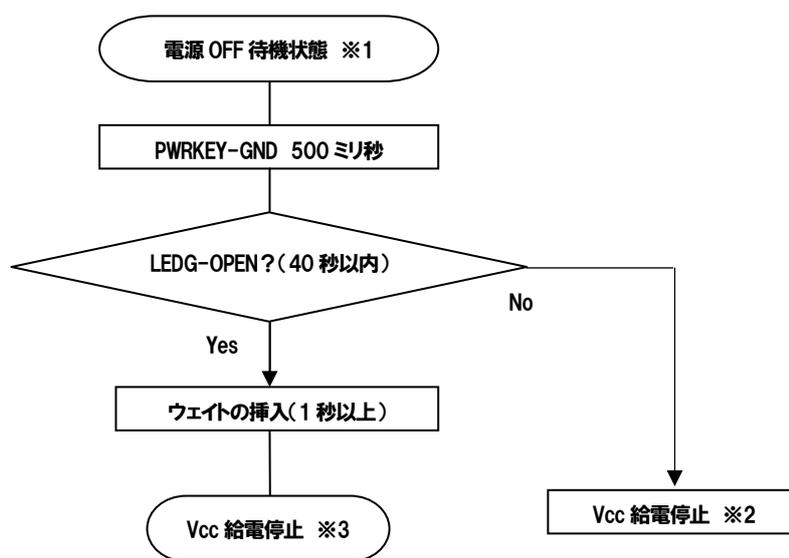

図.2-14 電源 OFF(PWRKEY-GND 500 ミリ秒) ※4
- ※4: DoPa UM F01 から置き換えの場合においても、図.2-14 に示すような待ち時間、ウェイトが確保されているかご確認ください。